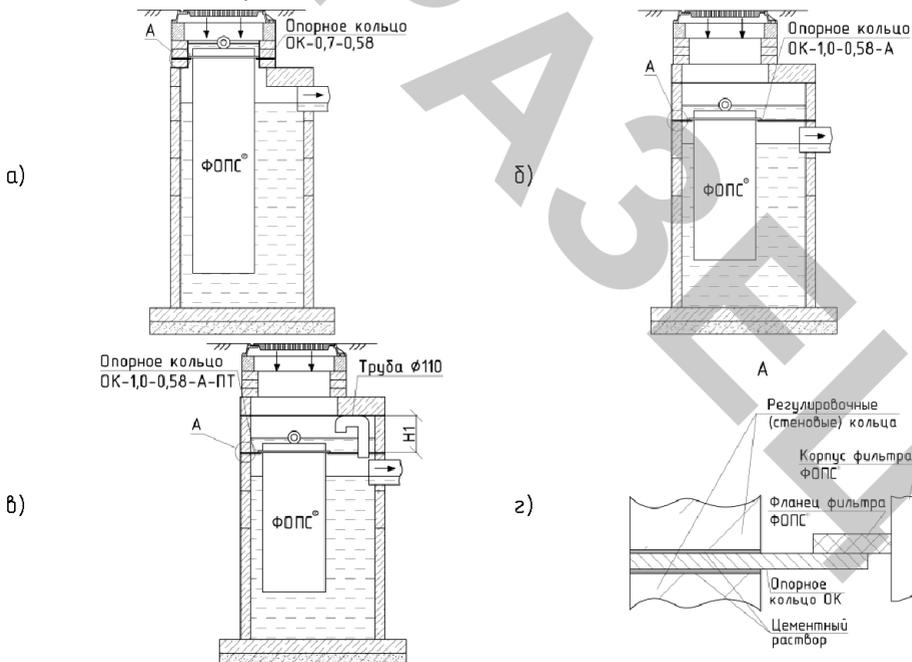

Рис. 3. Схемы установки цельных опорных колец:
6.3. Монтаж цельных опорных колец ОК по схемам на рис. 3 (а, б) производить следующим образом:
6.3.1. При помощи цементного раствора выровнять верхнюю торцовую поверхность (предварительно очищенную) нижнего регулировочного кольца (рис. 3 (а)) или стенового кольца (рис. 3 (б)), прилегающую к кольцу ОК (см. рис. 3 (г));
6.3.3. Сверху по краю установленного опорного кольца ОК нанести слой цемента, толщиной 10 мм, ширина которого соответствует толщине применяемых регулировочных колец или стеновых колец (рис. 3 (з));
- регулировочное кольцо (рис. 3 (а));
- стеновое кольцо с последующим монтажом плиты перекрытия (рис. 3 (б));
6.4. Монтаж цельного опорного кольца ОК-1,0-0,58-А-ПТ с установкой переливной трубы (байпаса) по схеме на рис. 3 (в) производить следующим образом:
6.4.2. При помощи стеновых колец набрать значение высоты колодца над кольцом ОК (Н1, см. рис. 3 (в)) не менее 500 мм;
6.4.5. Соединить канализационную трубу D110 мм с двумя угловыми переходами 90° так, чтобы образовался коленообразный изгиб под углом 180° (рис. 3 (в));